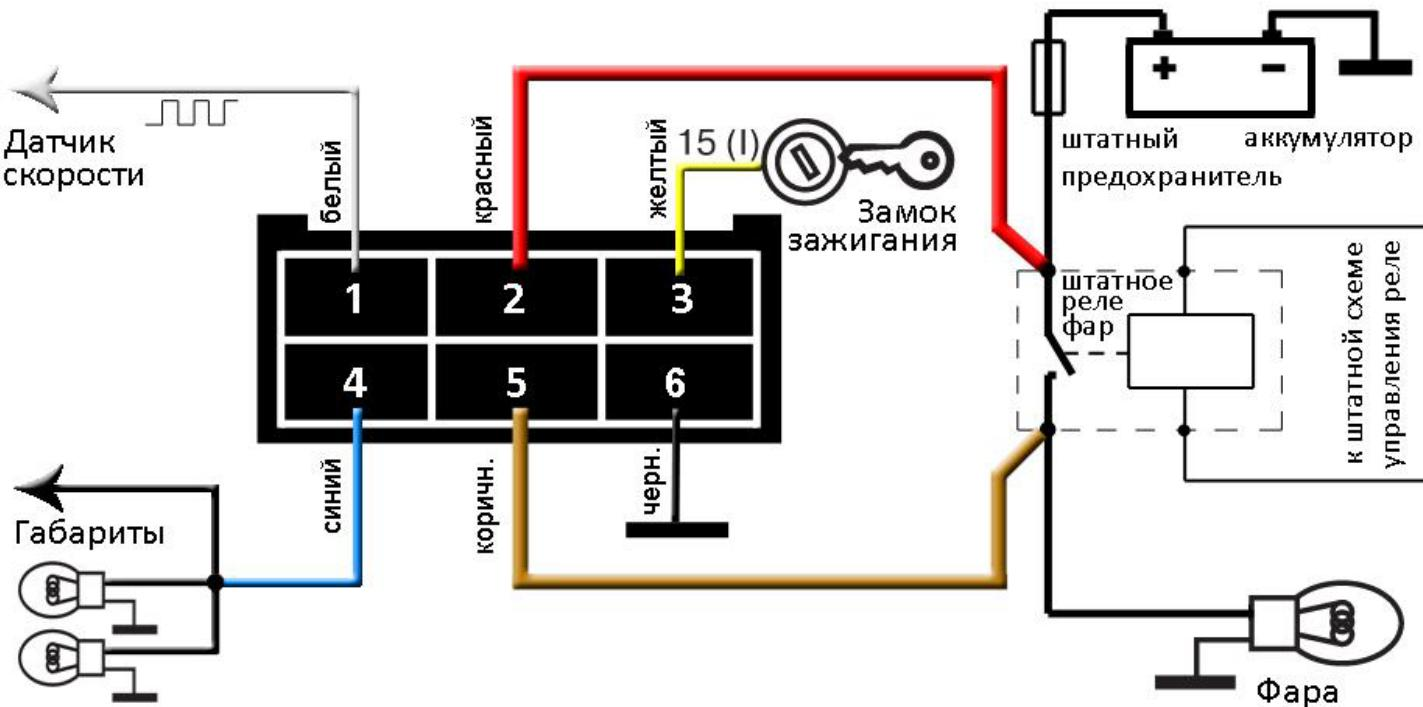

Рисунок 1
2. **Питание силовой части 12V** (сечение 1мм²). Подключается к проводу, в непосредственной близости от контакта штатного реле включения света, который подключен к напряжению питания – плюсовой клемме аккумулятора (см. рис.1).
5. **Дальний свет** (сечение 1мм²). Подключается к проводу, подключенному к контакту штатного реле включения света ламп дальнего света, который подключен к лампам фары (см. рис.1). Точка подключения должна быть как можно ближе к реле.
- 5. Корпус для силовой части** (сечение 1мм²). Подключается к проводу, в непосредственной близости от контакта штатного реле включения света, который подключен к напряжению питания – плюсовой клемме аккумулятора (см. рис.1).